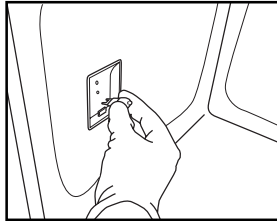

Fig. 8
4. Sustituya la bombilla (consulte la nota sobre el tipo de bombilla) (Fig. 8).